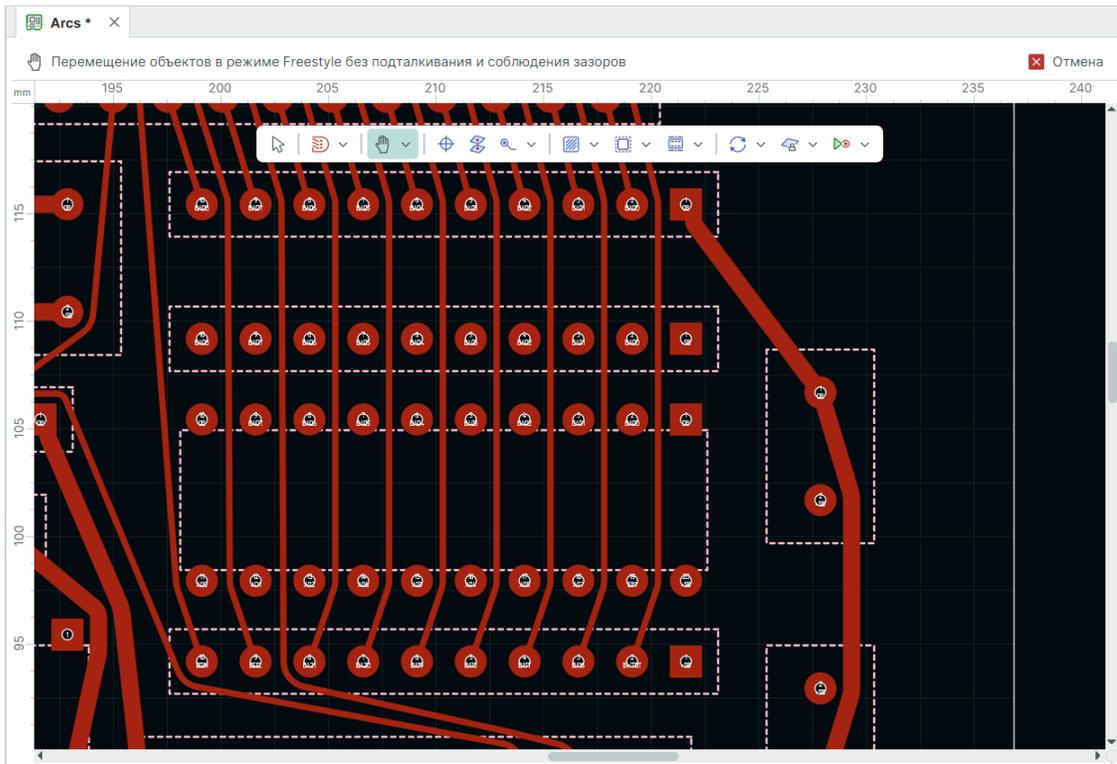

Рис. 447 Перемещение проводников в режиме Freestyle
1.3. После отпускания кнопки мыши выделенный проводник и проводники перед ним будут переброшены за контакты, см. Рис. 447.